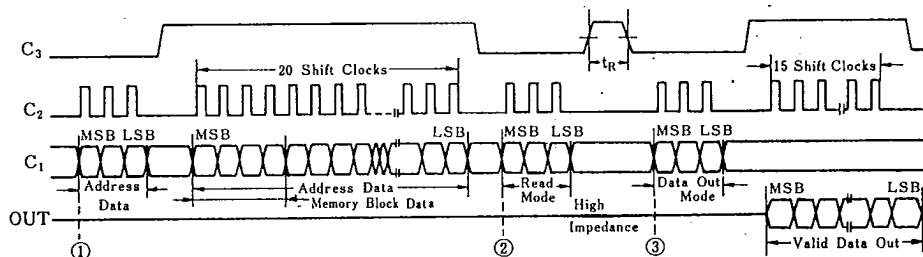

図 9 リードサイクルタイミング図
1. リードサイクルタイミング (図9)
①コード4(100)を入力すると ADDRESS モードになります。これに引き続いて C3 を "H" レベルとしてモード実行に切り換え、C1 から20ビットのアドレスデータをシフトクロック C2 に同期させて直列入力します。20ビットのアドレスデータはデータ "H" レベルのビットが指定されるアドレスに対応します。したがって、20ビットすべて "L" レベル入力された場合には、アドレス指定は行なわれず、すべて "H" レベル入力された場合には全アドレス同時に指定されます。最初の4ビットで4つのメモリブロックのうち1つを指定し、残り16ビットでブロック内の0からFのアドレスを指定します。